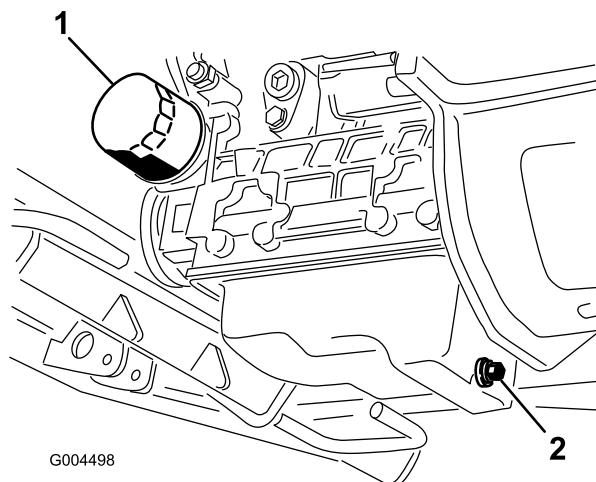

Figure 43
3. Placez un bac de vidange sous le carter en face du bouchon de vidange (Figure 43).
6. Retirez et remplacez le filtre à huile (Figure 43).